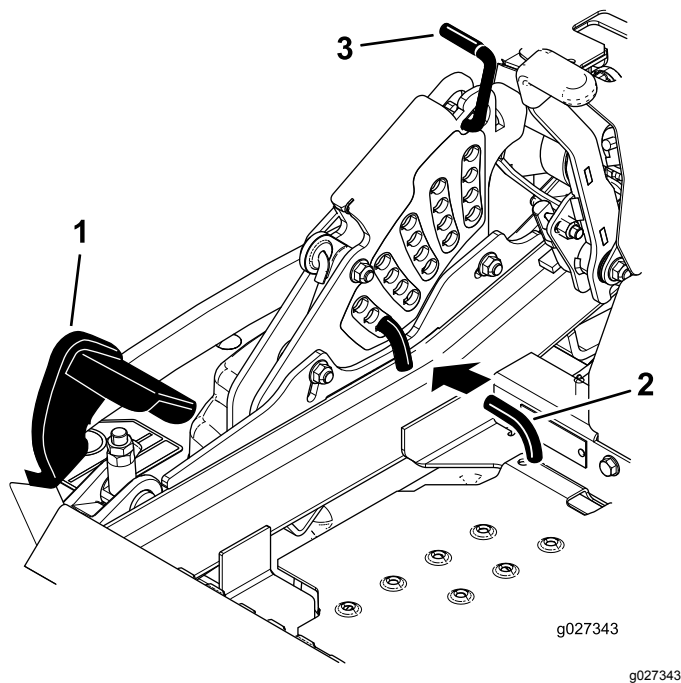

Figura 29
2. Pise el pedal de elevación de la carcasa y eleve la carcasa a la posición de transporte (que es también la posición de altura de corte de 140 mm [5½"])] como se muestra en Figura 29.
3. Para ajustar la altura de corte, gire el pasador 90 grados y retire el pasador del soporte de altura de corte (Figura 29).
4. Seleccione el taladro del soporte de altura de corte que corresponde a la altura de corte deseada, e inserte el pasador (Figura 29).